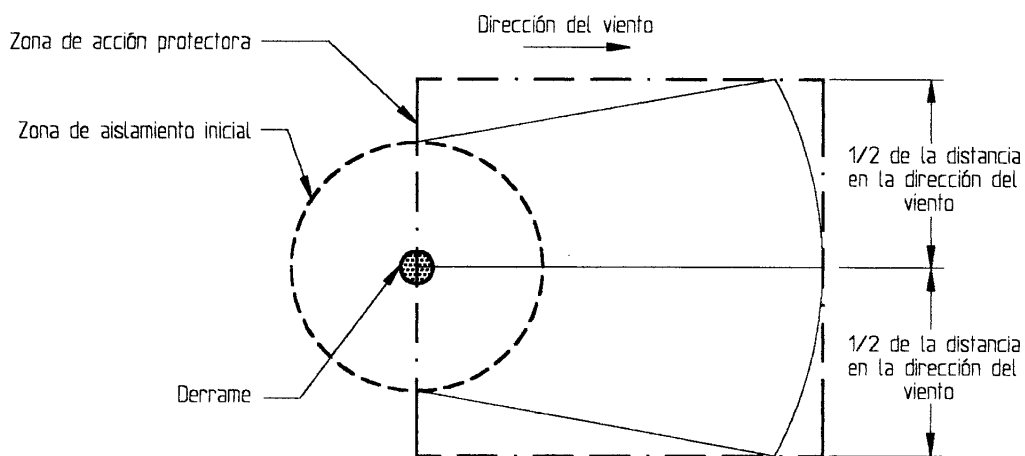

Figura D.2 - Zona de acción protectora
- e) Buscar en Tablas D.1 y D.2 la distancia de acción protectora inicial. La tabla también da la distancia en la dirección del viento, en kilómetros, para las cuales se deben considerar las acciones de protección para un determinado tamaño de derrame de sustancia peligrosa, ya sea en el día o en la noche. Por motivos prácticos, la zona de acción protectora (el área en la que la gente está en riesgo de exposición perjudicial) es un cuadrado cuyo largo y ancho es el mismo que la distancia en la dirección del viento mostrada en la tabla. La forma del área en la cual se deben tomar las acciones de protección se muestra en Figura D.2. El derrame se localiza en el centro del círculo pequeño. El círculo grande representa la zona de aislamiento inicial alrededor del derrame.